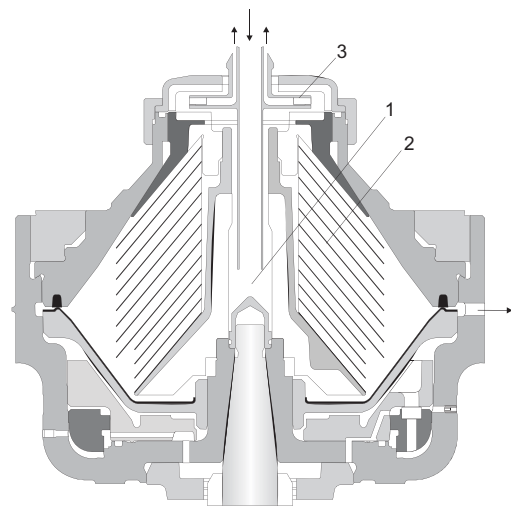

Fig. 1 Principe du bol
La géométrie spéciale du bol (Fig. 1) assure une accélération plus faible pour les agglomérats et particules sensibles au cisaillement (1). Combinées à une nouvelle conception à assiettes brevetée (2), ces améliorations conséquentes de la dynamique des fluides conduisent à une efficacité maximum de la séparation, tout en réduisant la consommation d'énergie. Le nouveau modèle de turbine centrifète (3) assure une prise d'oxygène minimale, et évite les pertes d'arômes volatils ou de CO₂. CLARA 80 est également disponible en version hermétiquement étanche, grâce à un mécanisme de joint qui permet de clarifier les vins pétillants sous pression.